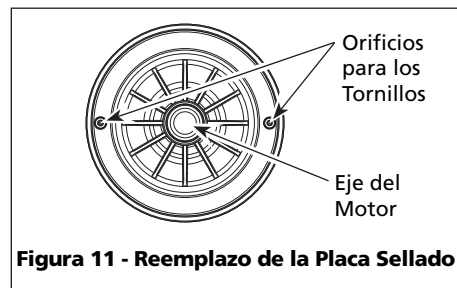

Figura 11 - Reemplazo de la Placa Sellado
2. Deslice con cuidado la placa de sellado sobre el eje de modo que no se mueva el sello de su posición en la placa de sellado. Durante el ensamblado, la placa de sellado debe estar orientada de modo que los dos orificios estén en una línea horizontal a través del eje del motor y que las cuatro (4) clavijas de localización de la parte posterior estén alineadas con las lengüetas del armazón del motor (Figura 11). Esta ubicación se debe hacer para asegurar un drenaje y cebado adecuados.